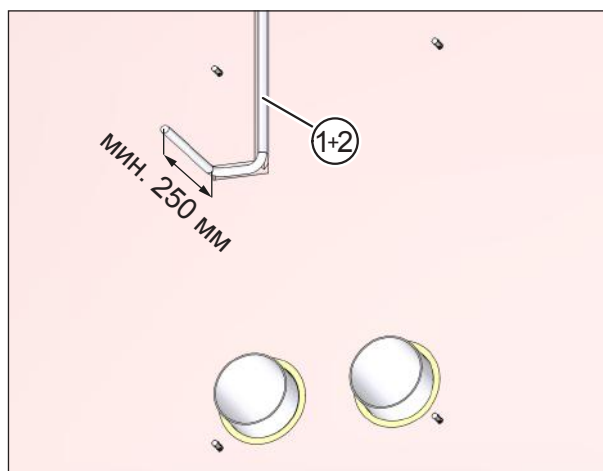

Рис. 23: проложить кабель подключения
- ▶ Проложите сетевой кабель (поз. 1 на рис. 23) и, при необходимости, кабель линии управления (поз. 2 на рис. 23) так, чтобы он примерно на 250 мм выступал над стеной.